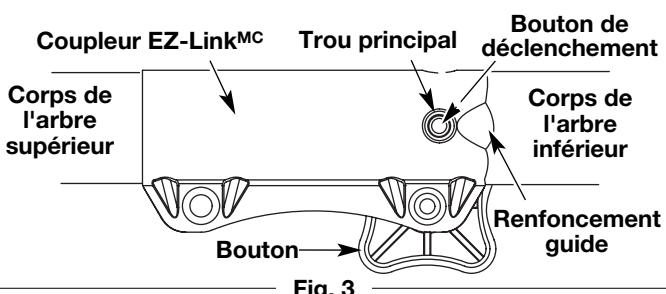

Fig. 3
3. Tenez fermement l'accessoire et enfoncez-le tout droit dans le coupleur EZ-Link™ (Fig. 3).
3. Appuyez sur le bouton de déclenchement et maintenez-le enfoncé (Fig. 3).